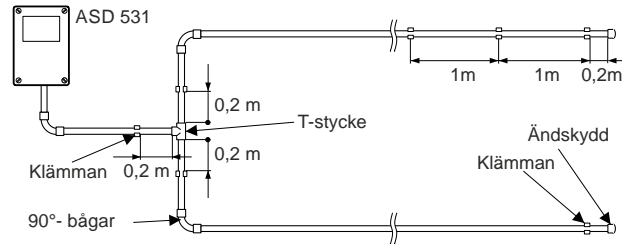

Bild 34 90°-bågar, förgrening
Vid linjär dragning kan längdutvidgningen över hela sugledningens längd (40 m) vara upp till **80 mm** inom den tillåtna temperaturfluktuationen (20 °C). Därför är det tvunget att se till att sugledningen kan "spela" (röra sig) i klämmorna. Från den sista bygeln/klämman till ändskyddet ska det dessutom vara minst 100 mm (0,1 m). Se även Bild 34
- Vid förgreningar av sugledningen måste avståndet mellan bygel och T-stycke vara minst 0,2 m, se Bild 34.